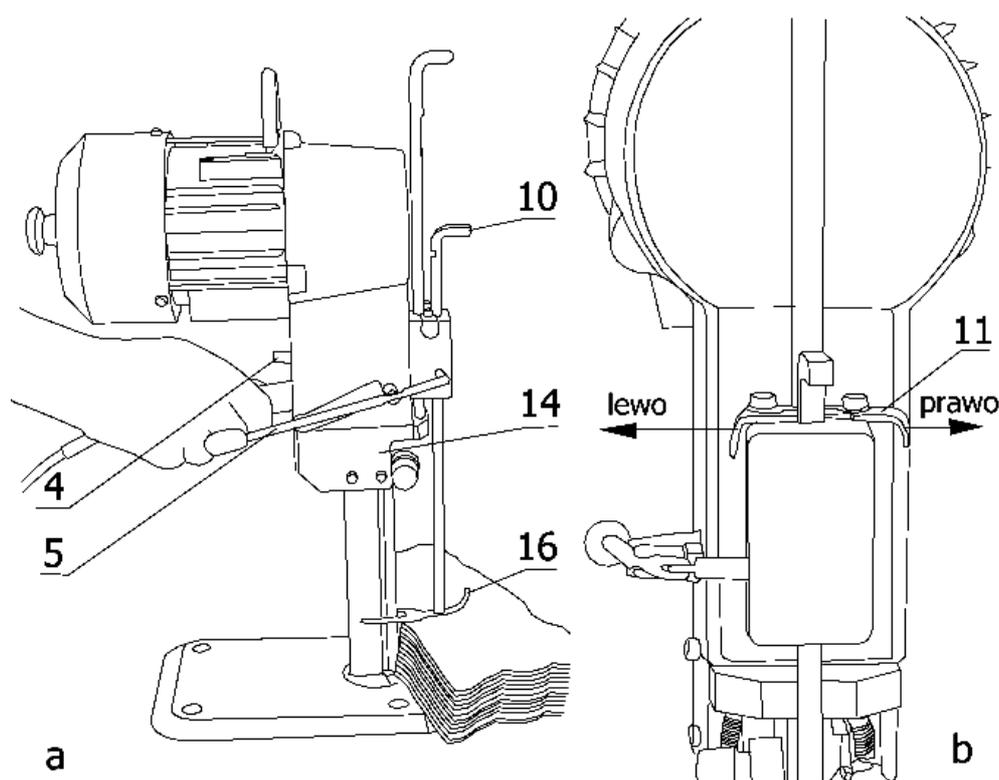

Рис. 2 Раскрой пласта ткани.
Управляя раскройной машиной с помощью рукоятки (3), направить стопу (1) под приподнятый край слоев ткани так, чтобы линия края находилась напротив ножа (15). Опустить лапку на ткань (после нажатия рычага лапка опускается автоматически) и, держа рычаг лапки в нижнем положении, минимально поднять лапку вверх так, чтобы она не собирала верхнего слоя пласта материала. Включить раскройную машину переключателем (4) и начать раскрой, как показано на рис. 2.